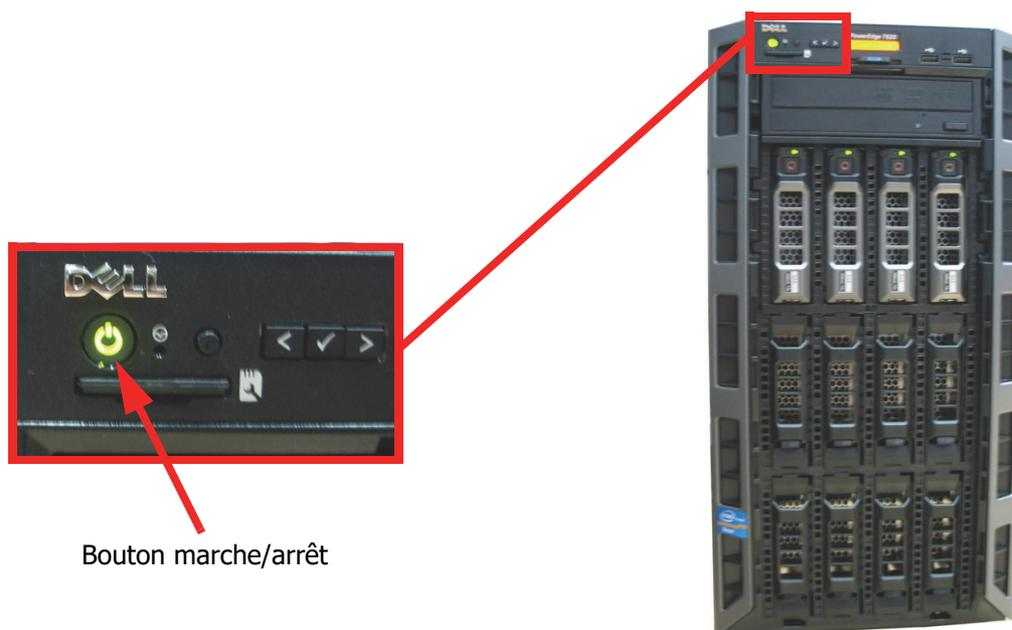

Figure 150 : Emplacement du bouton marche/arrêt sur le panneau de protection avant du contrôleur (illustré avec le panneau retiré)
5. Mettez le contrôleur principal hors tension (s'il est présent) en appuyant brièvement sur le bouton d'alimentation (voir **Figure 150**).